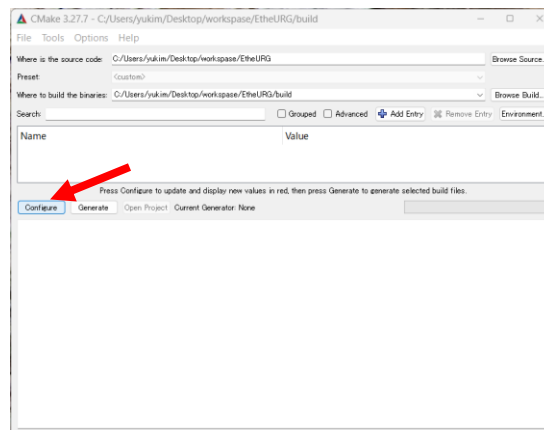
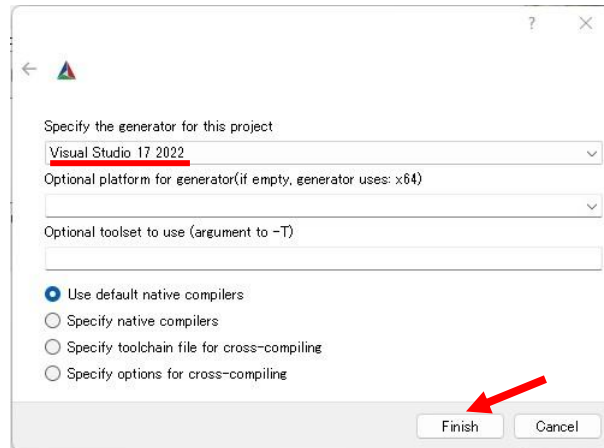

図 13 [Configure] ボタンの位置
図 14 [Specify the generator for this project]の項目から、自身の PC で有効な[Visual Studio]を選択する
- ⑦ 図 13 のように[CMake]ウィンドウ画面下方の[Configure]をクリックし、図 14 のように[Specify the generator for this project]の項目から、自身の PC で有効な[Visual Studio]を選択し、[Finish]をクリックする。